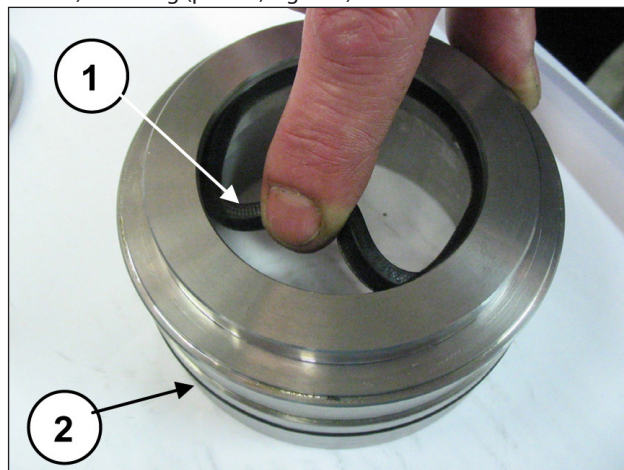

Fig. 164
Inserire la guarnizione di bassa pressione nel supporto baderne (pos. ①, Fig. 164) facendo attenzione al senso di montaggio che prevede il labbro di tenuta in avanti (verso la testata) e l'O-ring (pos. ②, Fig. 164).